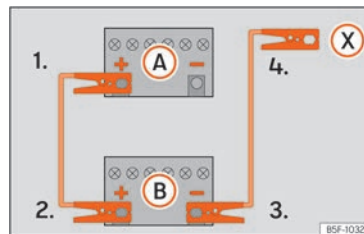

Fig. 50 Esquema de conexión para vehículos sin sistema Start-Stop.
2. Emborne un extremo del cable rojo de emergencia al polo positivo (+) del vehículo con la batería descargada (A) »» fig. 50.
3. Emborne el otro extremo del cable rojo de emergencia al polo positivo (+) del vehículo que suministra la corriente (B).
- 4a. *En los vehículos sin sistema Start-Stop:* emborne un extremo del cable negro de emergencia al polo negativo (-) del vehículo que suministra la corriente (B) »» fig. 50.
- 4b. *En los vehículos con sistema Start-Stop:* emborne un extremo del cable negro de emergencia (X) a un terminal de masa adecuado, a una pieza de metal maciza